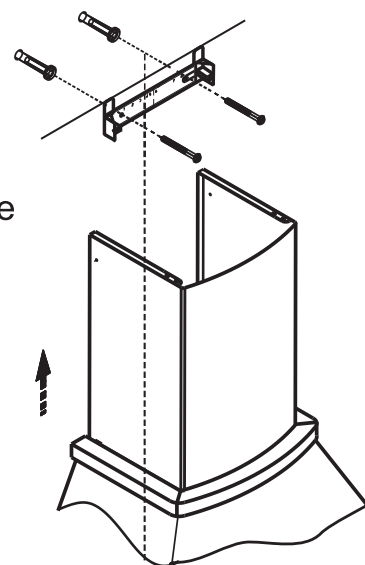

РИС. 7
- сделайте отметку по верхнему краю фальштрубы и проведите горизонтальную линию рис.7 (фальштрубу опустите внутрь зонта);
- приложите кронштейн к стене, как показано на рис. 7. Осевая линия кронштейна должна совпадать с осевой линией зонта, а верхний край с ранее проведенной горизонтальной линией;